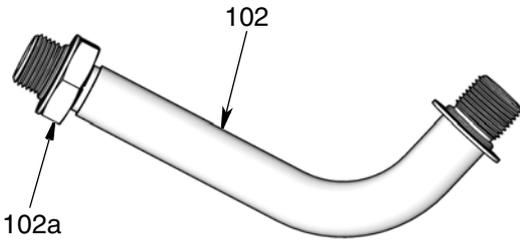

FIG. 4
3. Coloque el soporte giratorio del medidor (1) en el adaptador de la manguera. Utilice dos llaves en direcciones opuestas para ajustar bien el medidor al adaptador de la manguera.
4. Instale la extensión (102) en el medidor:
- a. Afloje la tuerca de la extensión (102a) (FIG. 4) hasta que salga por completo de las roscas de la tubería-